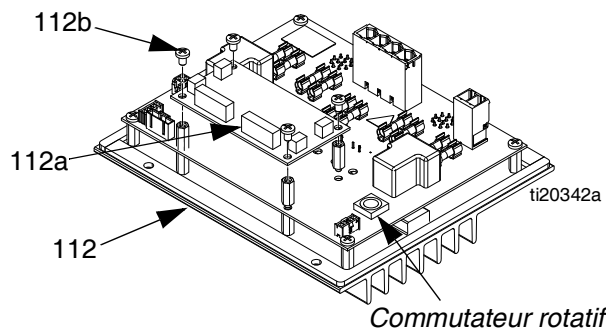

FIG. 46
1. Sur le MZLP avec carte fille, tourner le commutateur rotatif du MZLP sur 1. Sur le MZLP sans carte fille, tourner le commutateur rotatif du MZLP sur 2 ou 3 en fonction de l'emplacement. Voir FIG. 46 pour l'emplacement du commutateur rotatif.